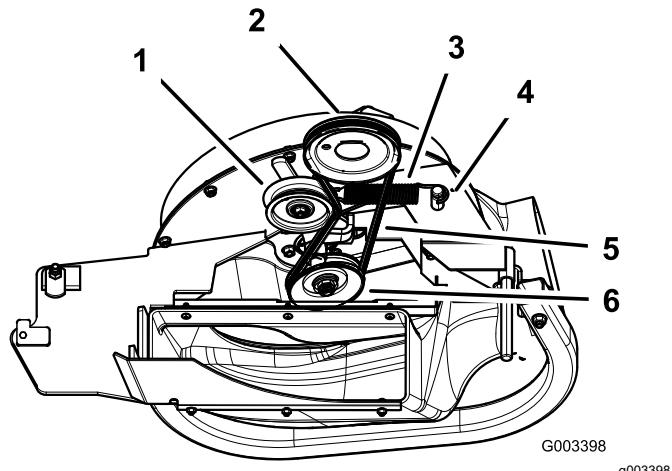

Bild 14
1. Verlegen Sie den Riemen an Mähwerken mit 152 cm und 183 cm um die Riemscheibe des Gebläses (Bild 14).